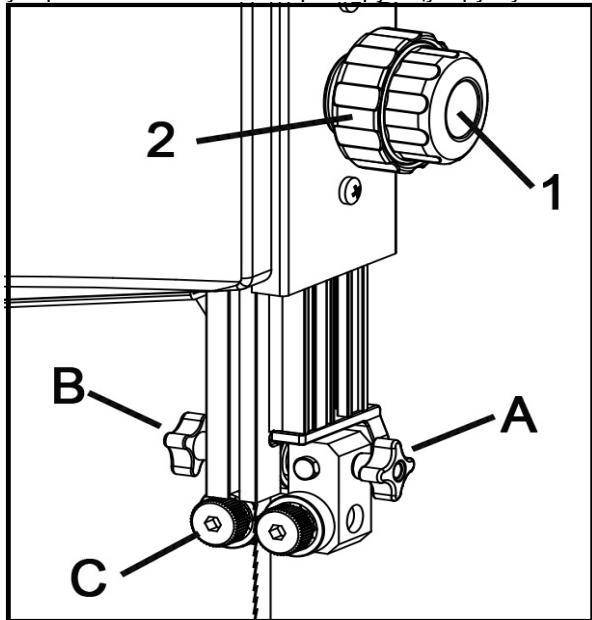

Рисунок 15
Установите верхнюю направляющую пильной ленты с помощью ручки регулировки (2, Рис. 15) на желаемую высоту, ослабив фиксирующую ручку (1, Рис. 15). После регулировки снова затяните фиксирующую ручку.
- Ослабьте ручку (A) и отрегулируйте подшипниковый узел так, чтобы боковые подшипники располагались на расстоянии 1-2 мм от впадины зуба полотна (изогнутая область в основании зуба). Снова затяните ручку (A, Рис. 15).
- Ослабьте ручку (B, Рис. 15) и установите упорный подшипник в положение 0,4 мм от задней кромки ленты. Снова затяните ручку (B).
- Ослабьте болт (C, Рис. 15) и отрегулируйте боковые направляющие подшипники в положение 0,5 мм от ленты. Снова затяните болт (C).